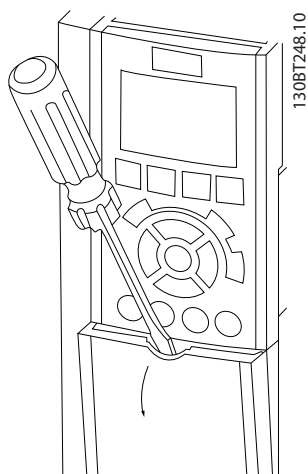
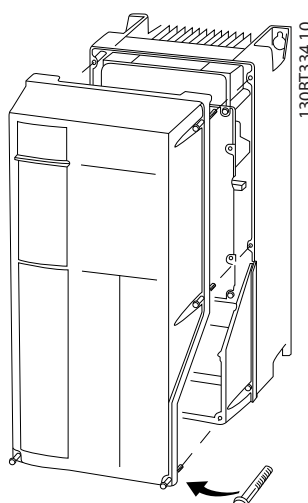

Bild 4.4 Åtkomst till kablar för IP20- och IP21-kapslingar
Bild 4.5 Åtkomst till kablar för IP55- och IP66-kapslingar
- Ta bort skyddet med en skruvmejsel (se *Bild 4.4*) eller genom att lossa fästsruvarna (se *Bild 4.5*).